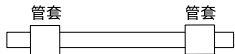

图5 软管卡套图
- 此泵头可适用管套和管接头两种方式，具体长度和位置如下表6，连接方式如上图5